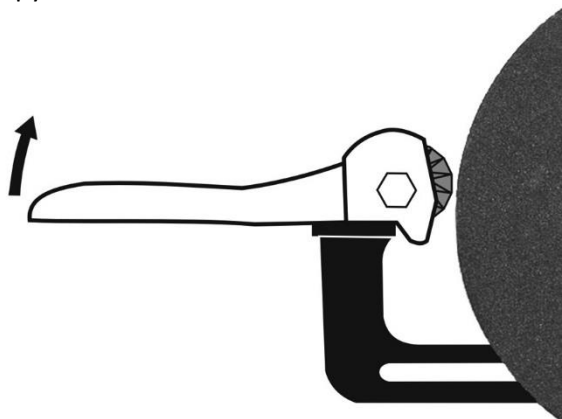

Рис.8
1. Отведите подручник так, чтобы выступающая часть правильного устройства могла зацепиться за внутренний край подручника (См. Рис. 8).